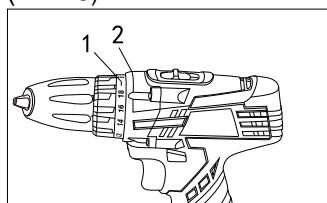

Рис. 4
Поверніть кільце (Рис. 4) до суміщення необхідної цифри зі стрілкою (2). Для правильного встановлення використовуйте таблицю нижче.